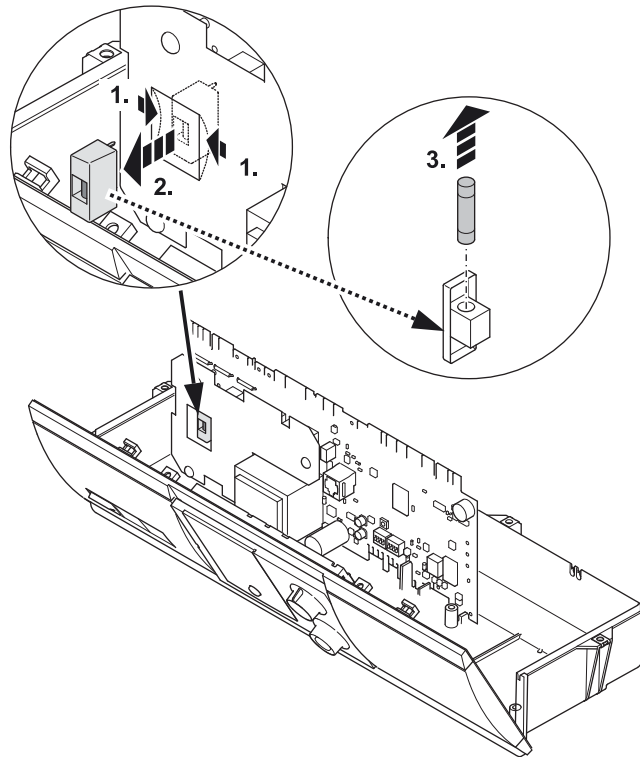

Figura 6-15 Sostituzione del fusibile
5. Sostituire la scheda elettronica del pannello di connessione o il fusibile (vedere figura 6-15).